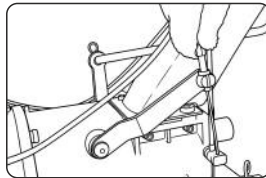

Рис. 9
- Установите трос заднего хода (рис. 9).